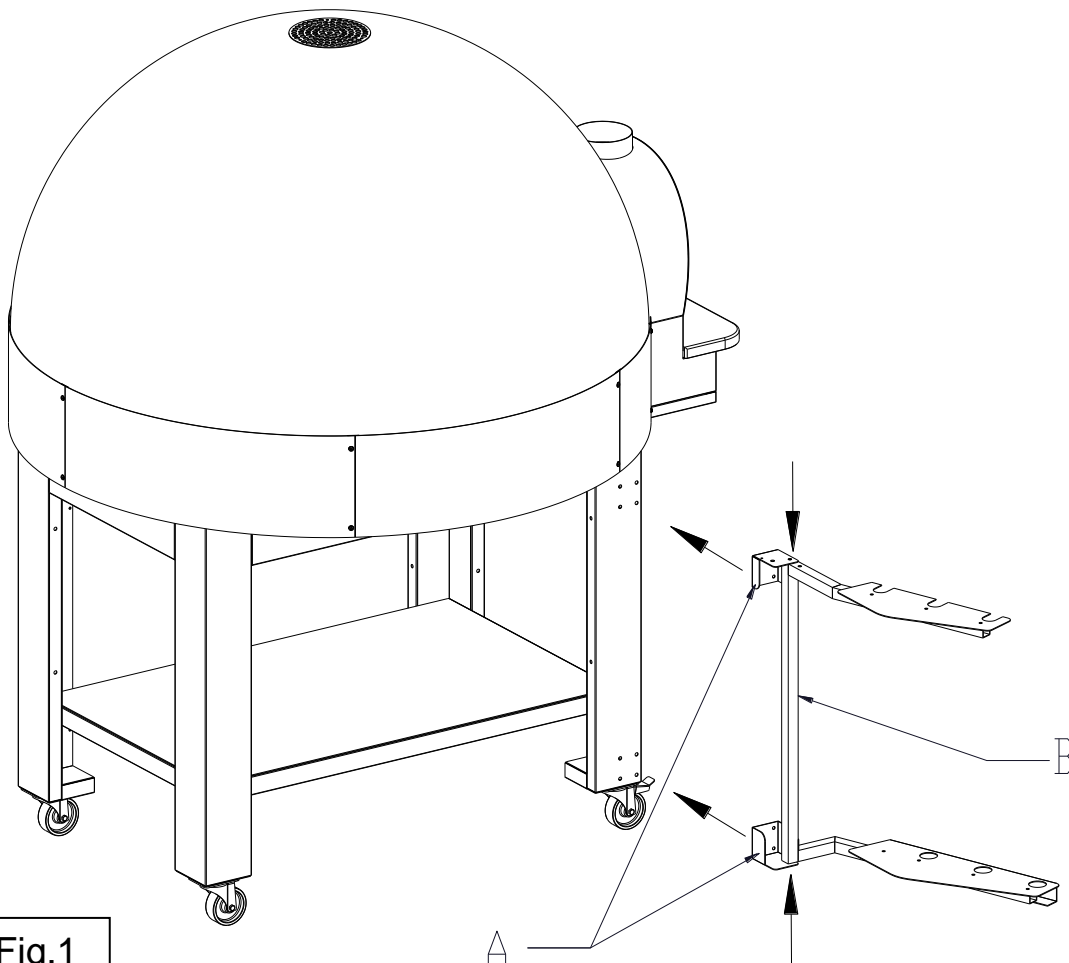

Fig.1
- 1- Heben Sie die Kalotte vorsichtig mit einem Schraubendreher an der Seitenkante an und entfernen Sie sie mit einer Aufwärtsbewegung (Abb. 1).
- 1- Setzen Sie die obere und untere Halterung (A) in den Rahmen (B) ein.
- 2- Befestigen Sie die Halterungen (A) mit den bereits vorhandenen Schrauben am Standbein des Unterbaus (Abb.1).
- Setzen Sie die Schamottplatten des Backofenbodens in den Ofen ein (Abb.1).